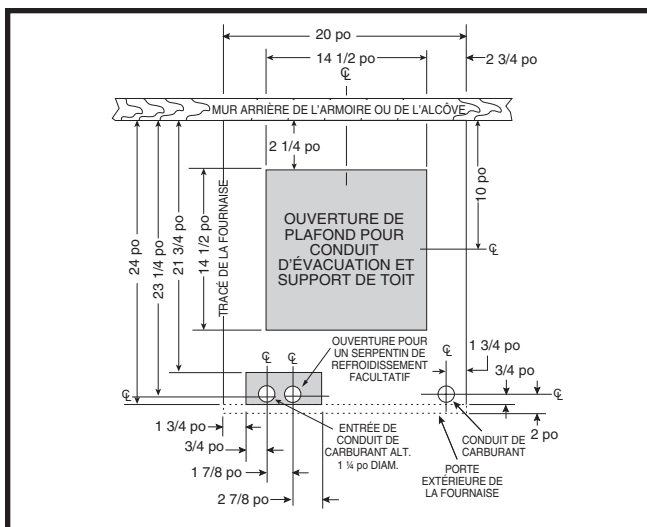
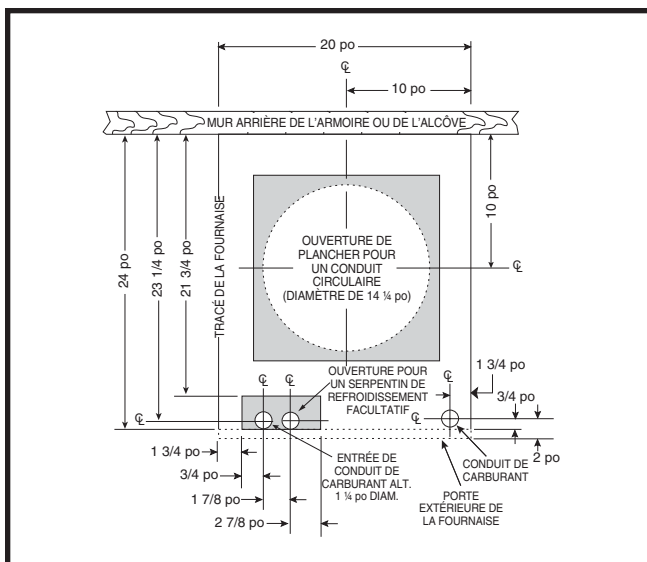

Figure 6. Dimensions du trou pour les raccords de conduits standard
Figure 7. Dimensions du trou pour les raccords de conduits circulaires
Les ouvertures dans le plancher et dans le conduit de carburant doivent être positionnées soigneusement pour prévenir les erreurs d'alignement entre la fournaise et les conduits d'aération. Pour positionner les conduits standard, consultez la Figure 6. Pour les conduits circulaires, consultez la Figure 7.
2. En utilisant la ligne centrale comme point de départ, tracez le reste du trou pour les conduits en fonction des dimensions montrées dans la Figure 6 ou la Figure 7.
6. Mesurez et percez un trou de gaz et une ouverture pour le serpentín de refroidissement (s'il y a lieu). Consultez la Figure 6 ou Figure 7.